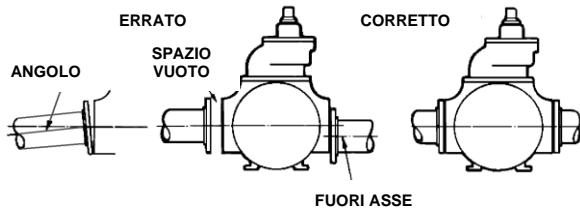

Figura 1
9. Controllare l'allineamento delle tubature per evitare sforzi che in seguito potrebbero causare un disallineamento. Vedere figura 1. Sbollonare le flange o separare i giunti connettori. Le tubature non dovrebbero staccarsi o cadere. Dopo circa una o due settimane di utilizzo della pompa, ricontrillare tutto l'allineamento.